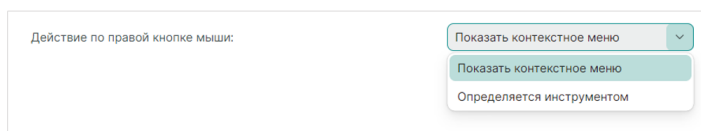

Рис. 82 Доступные действия по правой кнопке мыши
- «Действие по правой кнопке мыши» – выбор действия, которое будет совершаться по нажатию правой кнопки мыши, см. Рис. 82.